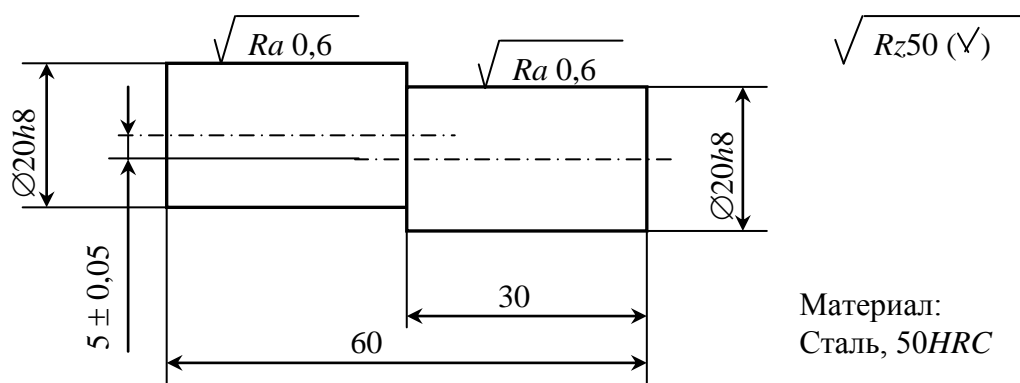

Рисунок 12
8. Перечислить признаки нетехнологичности конструкции детали с точки зрения проведения механической обработки (рисунок 12).